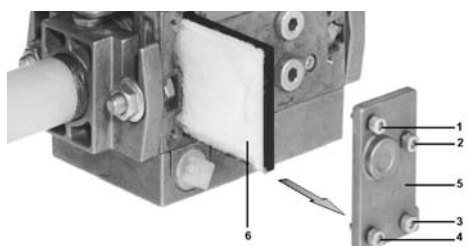

Fig. 44
- 2 Desenroscar los tornillos 1, 2, 3, 4 con la llave de macho hexagonal núm. 3, y retirar la tapa del filtro 5 (Fig. 44).